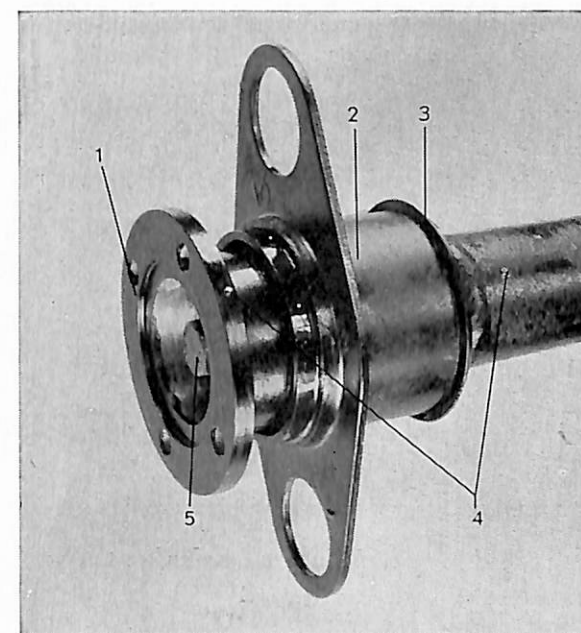

Bild 6. Märkning av axel och medbringare.
1. Märk axel och medbringare med körnslag så att monteringen i samma läge kan ske, (4 bild 6).
2. Tag bort skruven (5) och brickorna som håller medbringaren (1) vid axeln och drag av medbringaren med verktyg SVO 2261 (SVO 4068 kan även användas).
3. Lagerhuset (2) med lager kan nu dragas av.